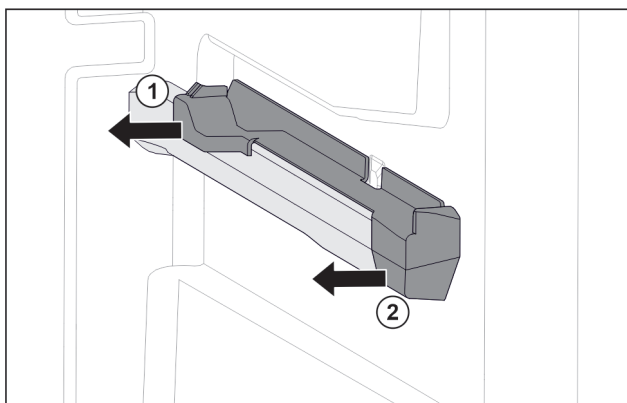

Fig. 127 Elemento inseribile sulla nervatura destra del contenitore
- ▶ Estrarre l'elemento inseribile dal lato posteriore di lato. Fig. 127 (1)
- ▶ Estrarre l'elemento inseribile dal lato anteriore di lato. Fig. 127 (2)